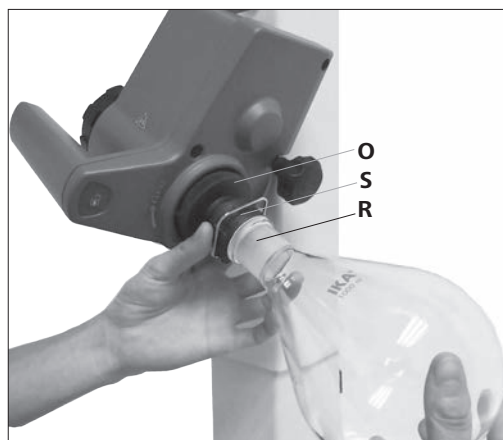

Fig. 15a
- エバポレータフラスコを蒸気パイプ (R) に取り付けます。(Fig. 15a)